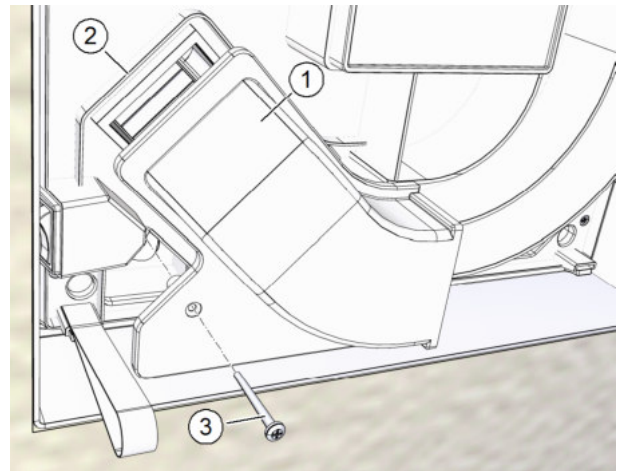

Abb. 15: Zulufthaube befestigen
- ▶ Schieben Sie die Zulufthaube (Pos. 1 in Abb. 15) in die Kulissenführung (Pos. 2 in Abb. 15). Der Rasthaken muss hörbar einrasten.
- ▶ Befestigen Sie die Zulufthaube mit der Schraube (Pos. 3 in Abb. 15).